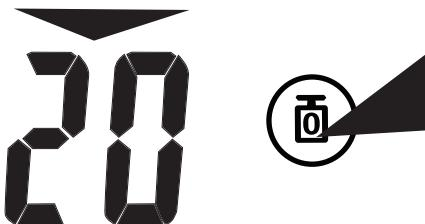

Рис. 13
- Нажмите на кнопку (2), чтобы подтвердить предельное значение веса (10) (Рис. 13).